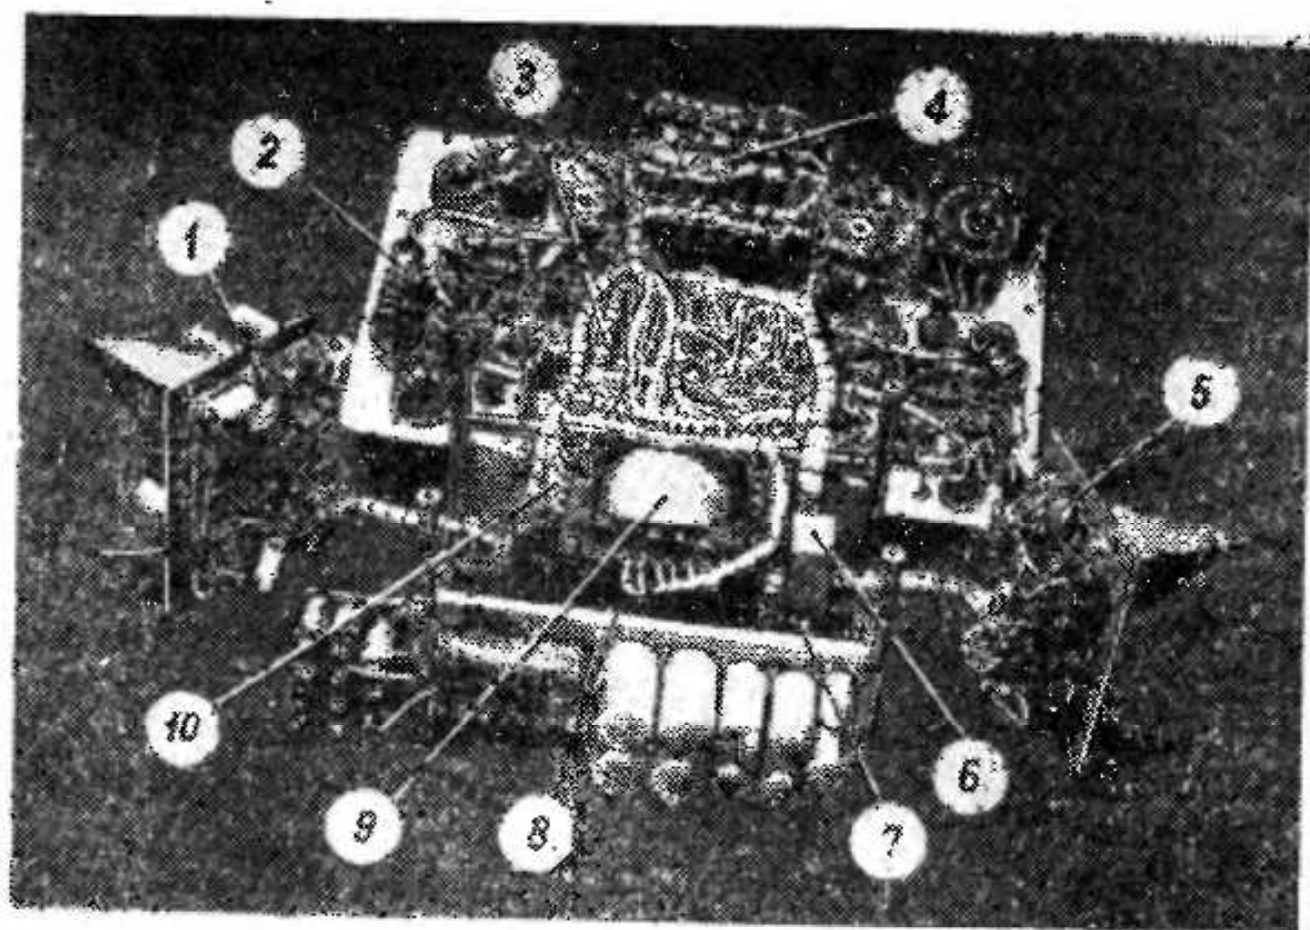

Рис. 2. Общий вид измерителя со снятыми блоками:
4.3. На боковой стенке футляра имеется ручка для переноса измерителя. Конструкция измерителя показана на рис. 2, 3.
4.4. Кроме того, с правой стороны каркаса на блоке электронных стабилизаторов 5 (рис. 2) расположен резистор (регулятор) «250в» (R_{169}) для установки напряжения питания цепей схемы, с передней стороны каркаса на откидной панели находится блок конденсаторов — фильтры источников питания, выпрямитель питания лампового микроамперметра. С левой стороны каркаса на блоке крутизномера и лампового микроамперметра 1 (рис. 2) расположены резисторы (регуляторы) для регулировки выходного напряжения генератора — «амплитуда» (R_{157}), регулировки частоты генератора — «ча-